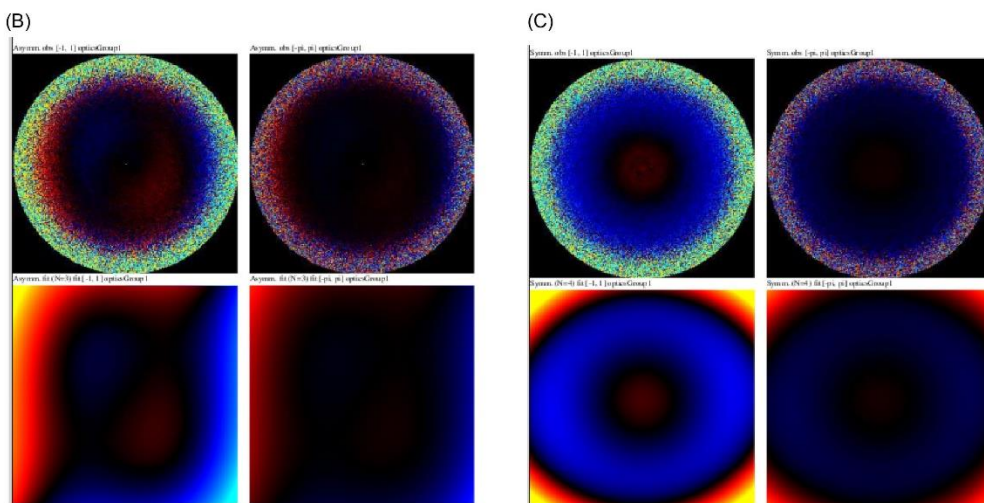

図 8.2 : CTF refinement --- Results after beam tilt refinement
最後にタブ右下の Run! ボタンを押すと計算が始まります。計算後は、図 8.2(A)の Display: logfile.pdf を選択することで、図 8.2(B,C)のグラフ (説明: 文献3) を見るができます。
8.1~8.3 まで順に操作した最後の粒子画像情報ファイル： particles_ctf_refine.star を使って、6章の3D精密化、7章マスク生成とポスト処理を順に行ってください。正しく計算が終了すると、Postprocess の message ウィンドウ中(図 8.2(A))に分解能として FINAL RESOLUTION: と表示されます。6や7章で計算した分解能とは、異なり大きく改善されていると思います (このテキスト例では、2.7⇒2.3Å分解能へ)。また、準備したマスクがタイトすぎると、phase-randomized マップ由来で計算した FSC 値 (図 8.2(B)中の赤線) が FINAL RESOLUTION のところで 0 近くになることも確認してください。もし 0.1 より大きい場合には、message ウィンドウの下にあるエラーウィンドウ内 (Appendix 図 A.1) に赤字で警告がでます。その場合には、マスクがタイトすぎますので、7.1 の Mask タブ中 Initial binarization threshold の値を下げてください。